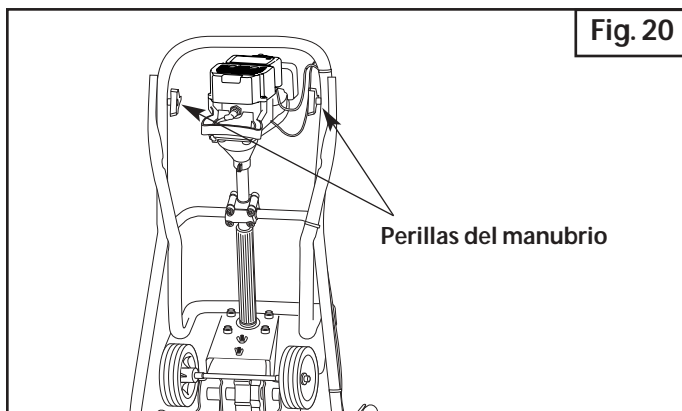

Fig. 20
3. Pliegue el manubrio hacia abajo según se ilustra (Fig. 20).